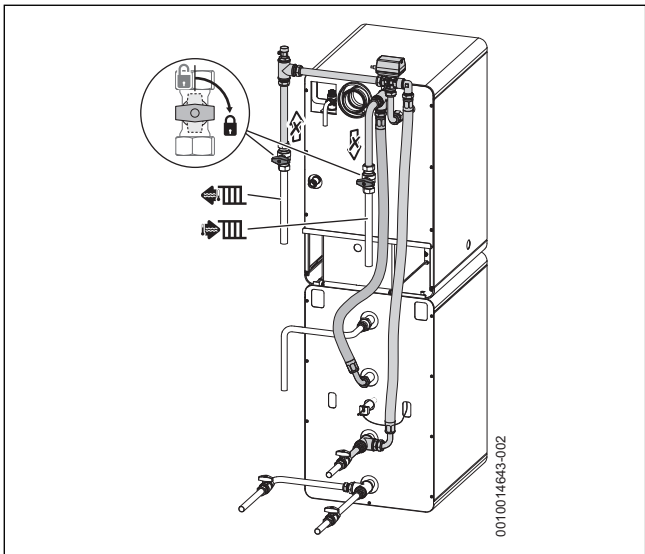
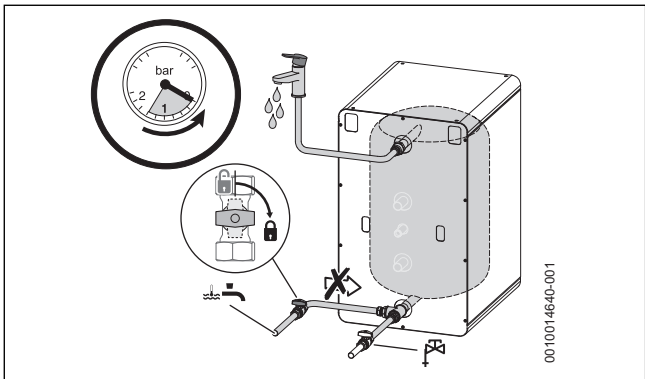

Fig. 109 Isoler le serpentin (exemple sur une installation en colonne)
Fig. 110 Isoler l'entrée d'eau froide
- Fermer les vannes d'arrêt (→ Fig. 109 & Fig. 110).
- ▶ Fermer l'entrée d'eau froide (→ Fig. 110).